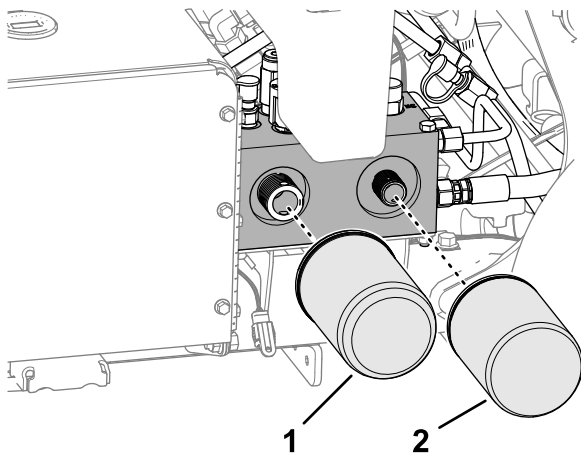

Figure 170
2. Placez un bac de vidange sous le filtre, retirez les filtres usagés et essuyez la surface du joint des adaptateurs (Figure 170).